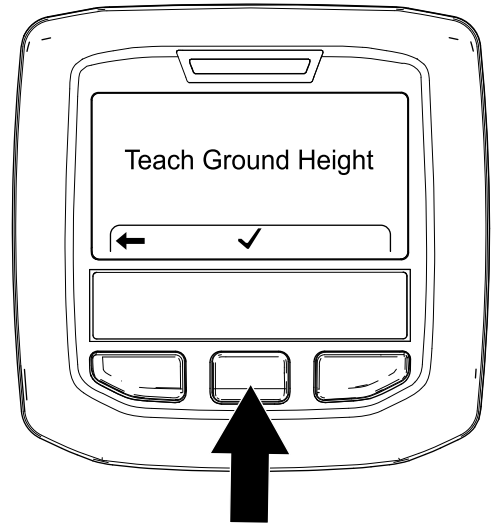

Bild 66
4. Drücken Sie auf dem Bildschirm „Bodenhöhe einlernen“ (**Bild 66**) die mittlere InfoCenter-Taste.